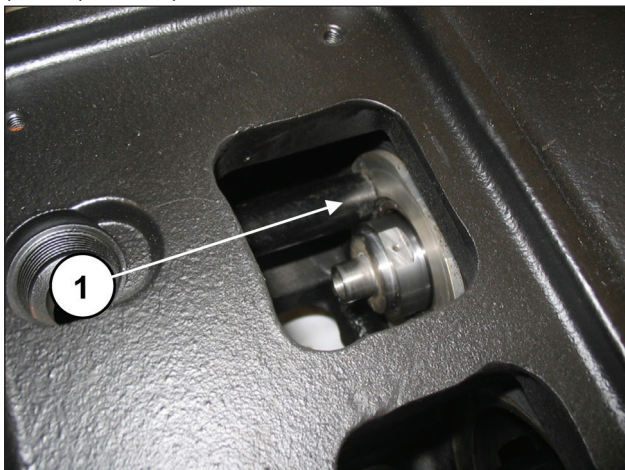
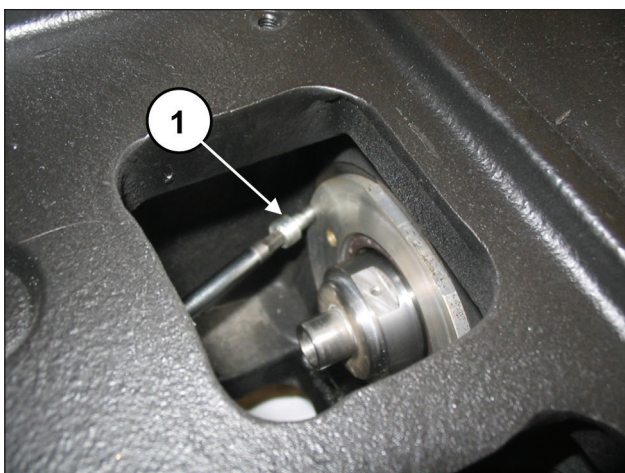

Рис. 142
Рис. 143
Убедитесь, что крышка полностью вошла в гнездо (поз. ①, Рис. 142), следя за тем, чтобы не повредить кромку сальника. Прикрутите крышки сальника 2 винтами М6х14 (поз. ①, Рис. 143).